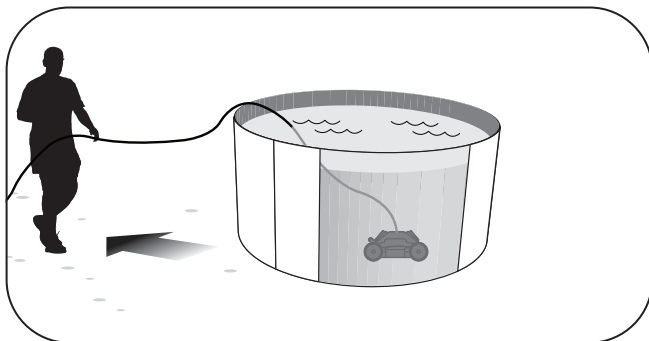

Figure 10. Ramener le robot nettoyeur au bord de la piscine
1. Tirer doucement le câble flottant pour amener le robot nettoyeur à portée de main (Figure 10).